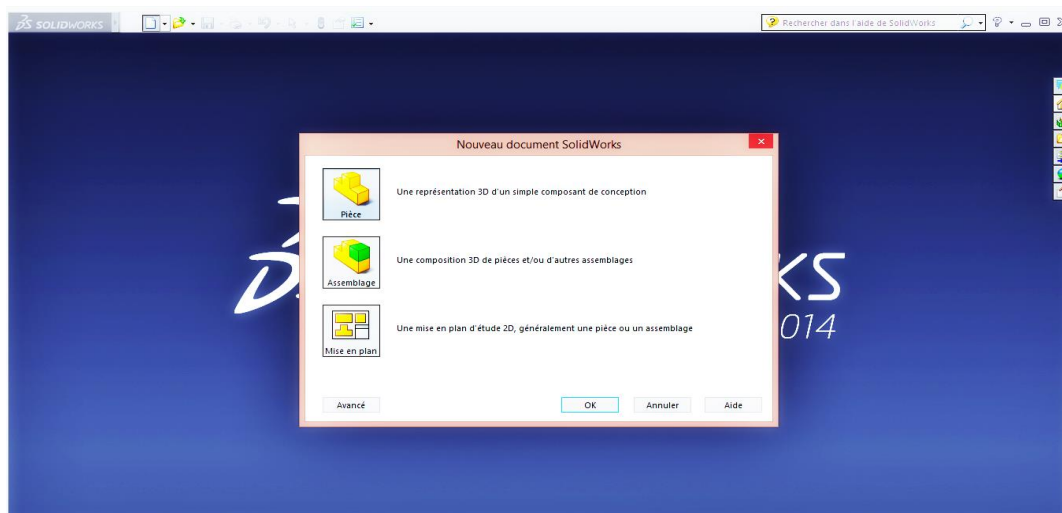

Figure III.1 : L'interface SolidWorks
SolidWorks est un modéleur 3D utilisant la conception paramétrique [6]. Il génère trois (3) types de fichiers relatifs à trois concepts de base : la pièce, l'assemblage et la mise en plan (Figure III.1). Ces fichiers sont en relation. Toute modification à quelque niveau que ce soit est répercutée vers tous les fichiers concernés.